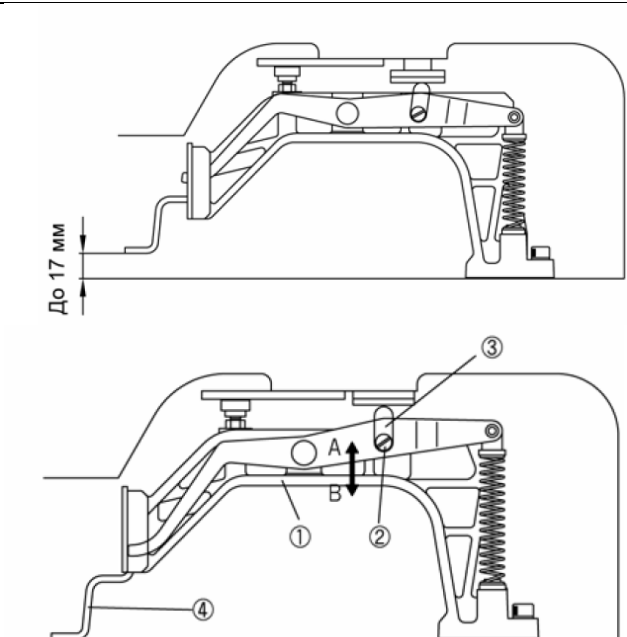

Рисунок 20 – Регулировка высоты подъема прижимных лапок
*Регулировка высоты подъема прижимных лапок* (рисунок 20). Максимальная высота подъема лапок 4 достигает 17 мм. Ослабить винты 2 регулировочных пластин 3, расположенных слева и справа от кронштейна узла лапок. Поднять регулировочные пластины 3 в направлении А для увеличения высоты подъема прижимных лапок. Опустить регулировочные пластины 3 в направлении В для уменьшения высоты подъема прижимных лапок. Затянуть винты 2.